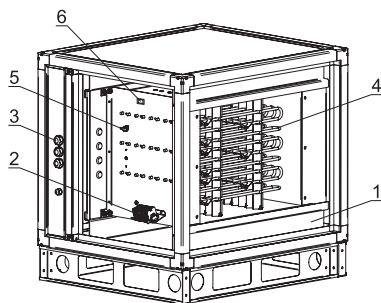

Рисунок 12
Секция воздухонагревателя (рис. 12) предназначена для нагрева воздуха, подаваемого установкой в обслуживаемое помещение и представляет собой корпус, расположенный на направляющих (1), в котором находятся орехбренные ТЭНы (4). Электрический воздухонагреватель имеет встроенную защиту от перегрева – два независимых биметаллических термовыключателя с самовозвратом. Один (6) с температурой срабатывания 70°C как защита против перегрева, а второй (5) с температурой срабатывания 130°C для защиты от пожара. Отсек электроподключения расположен за съёмной панелью. Подключение питания к электрокалориферу (нагревателю) осуществляется через клеммную колодку (2), установленную на нем.